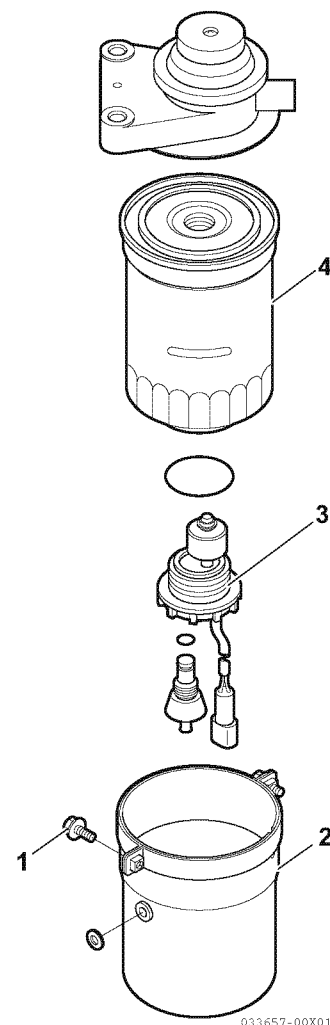
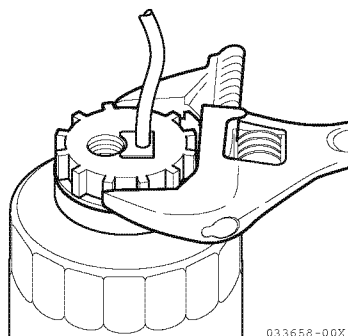

Figura 6
Figura 7
2. Remova os dois parafusos de montagem (1, **Figura 6**) e o estojo (2, **Figura 6**).
5. Remova o interruptor do alarme ((3, **Figura 6**) e (**Figura 7**)) com uma chave.
6. Remova o elemento do filtro (4, **Figura 6**) com uma chave de filtro.